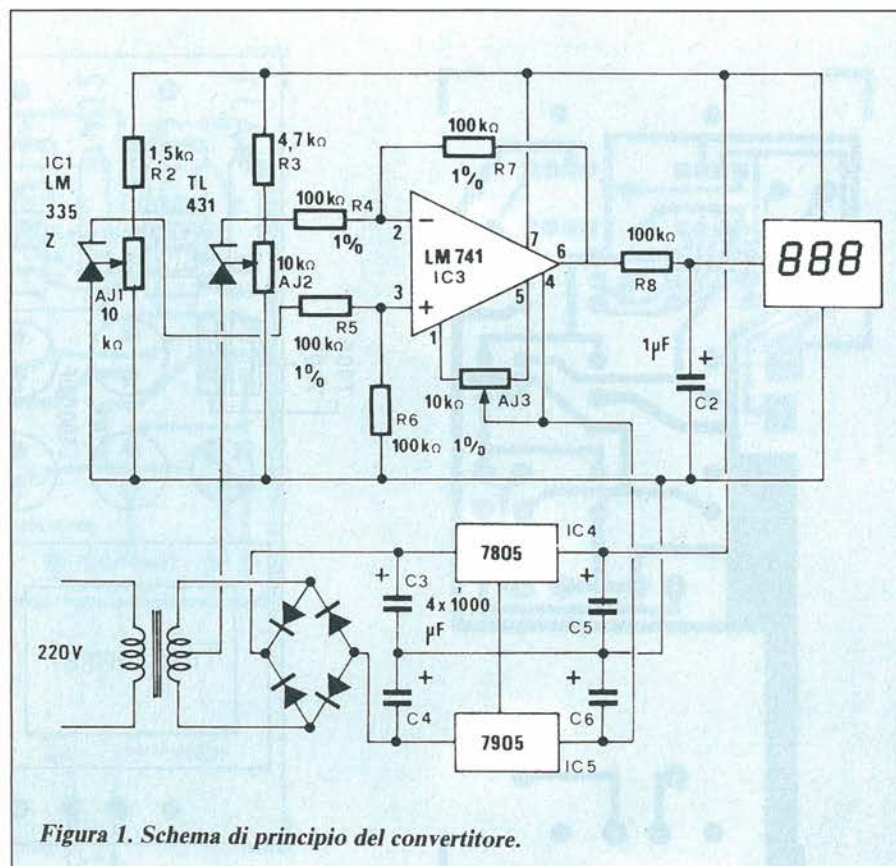

Figura 1. Schema di principio del convertitore.
**Q**uesto strumento permette di misurare temperature comprese tra  $-9,9$  e  $+99,9^{\circ}\text{C}$ , con la risoluzione di  $1/10$  di grado. Viene utilizzato un sensore molto noto e diffuso, l'LM335Z, collegato ad un diodo zener programmabile, il TL 431. La Figura 1 mostra lo schema di prin-